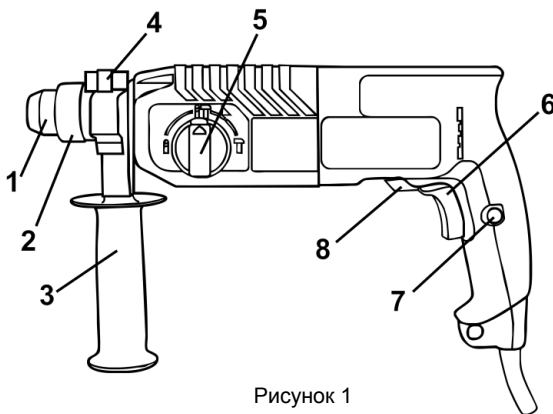

Рисунок 1
4.1 Выберите необходимый режим работы изделия с помощью переключателя(5)(см. рисунок 1, таблицу 2). При необходимости изменения угла наклона насадки при выполнении долбежных работ произведите необходимые операции, описанные в пункте 3.5. Если необходимо установить сверлильный патрон – установите его в патрон SDS-plus через адаптер.
4.2 Для включения изделия нажмите на курок выключателя (6) (рисунок 1). Для отключения изделия следует курок отпустить.